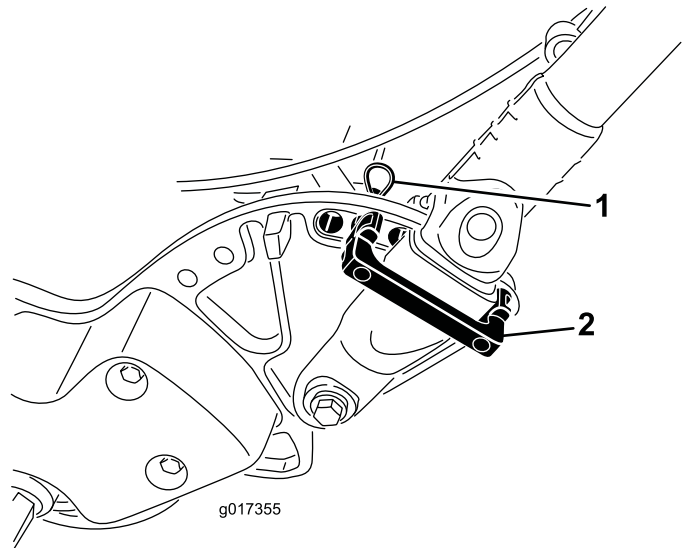

Figura 30
1. Retire las chavetas de los seguros de retención del manillar en cada lado del cortacésped (Figura 30).
2. Sujetando el manillar, retire las chavetas de cada lado y gire el manillar a la posición de operación deseada (Figura 30).